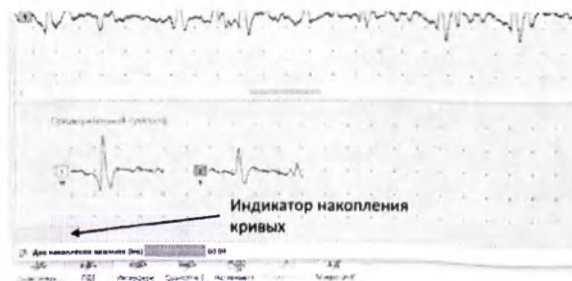

Рис. 175. Индикатор накопления кривых
- При появлении хороших кривых зафиксируйте положение иглы и нажмите кнопку накопления (Σ) на функциональной клавиатуре (рис. 170) или клавишу [Ins] на компьютерной клавиатуре. Активируется индикатор накопления кривых в окне регистрации (рис. 175).